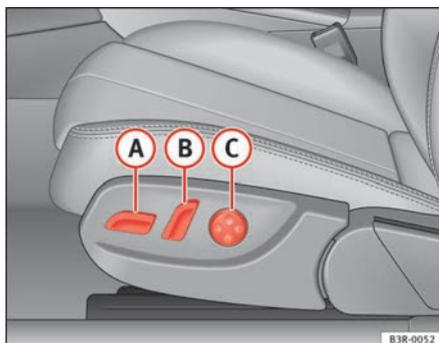
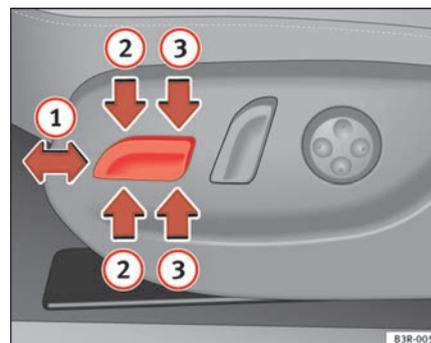

Fig. 107 Siège avant :
Fig. 108 Siège avant :
- Repoussez la commande **A** ⇒ fig. 107 vers l'avant ou vers l'arrière **1** ⇒ fig. 108 ⇒ ⚠.